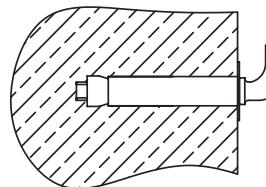

Fig. 5
2. Pasi të zgjidhni vendin e montimit, bëni dy vrime në mur me thellësinë e duhur dhe futni vidat, ktheni grepin lart, shtrëngoni bullonat mirë dhe më pas instaloni ngrohësin e ujit mbi të (shih fig.5).